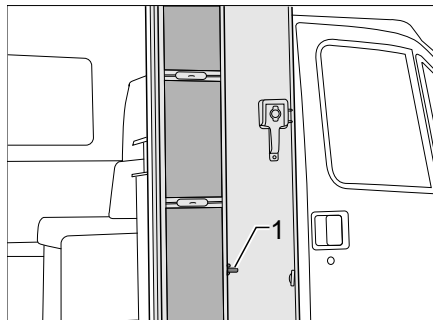
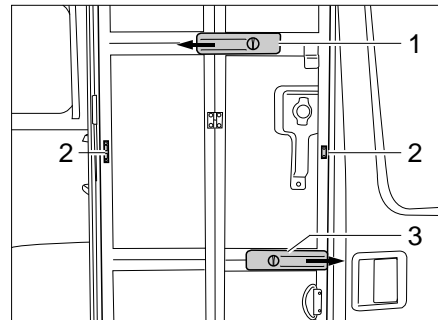

Bild 39 Insektenschutztür, eingeklappt
Bild 40 Insektenschutztür, ausgeklappt
- Je nach Modell den Riegel (Bild 39,1 oder Bild 40,3) eine viertel Umdrehung drehen oder zurückschieben.
- Schiene (Bild 40,1) zur Stabilisierung in Pfeilrichtung schieben.
- Insektenschutztür ganz schließen und Riegel (Bild 40,3) in Pfeilrichtung schieben.
- Insektenschutztür entriegeln. Dazu den Riegel (Bild 40,3) entgegen der Pfeilrichtung schieben.
- Schiene (Bild 40,1) entgegen der Pfeilrichtung schieben.
- Insektenschutztür einklappen. Die Verriegelung (Bild 40,2) greift ineinander.
- Insektenschutztür an die Eingangstür drücken und je nach Modell den Riegel (Bild 39,1 oder Bild 40,3) eine viertel Umdrehung drehen oder in die Aufnahme am Rahmen schieben.